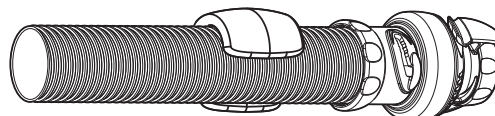

Figure 6. Raccorder la FRV
1. S'assurer que la soupape de régulation de débit (FRV) (c) est fixée au tuyau principal (h). Le tuyau principal (h) est la section du boyau avec le flotteur en mousse préattaché. Selon le type de tuyau, un adaptateur de FRV (g) peut être nécessaire pour le raccordement (figure 6).